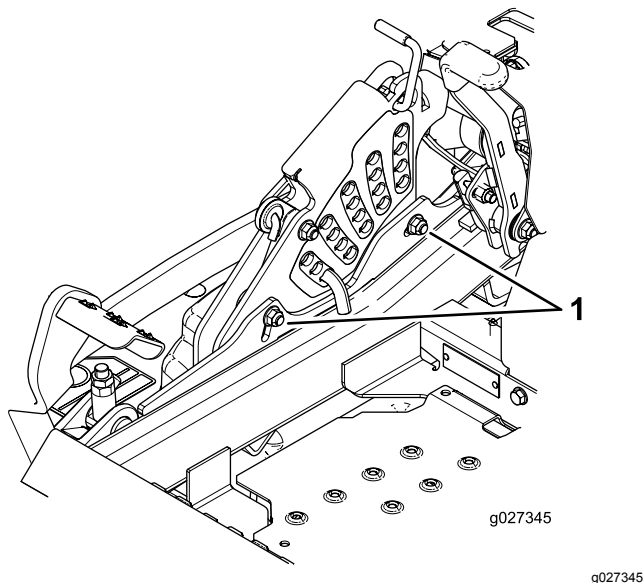

Figura 101
11. Para ajustar el sistema de ajuste de un solo punto, afloje los 2 pernos situados cerca del borde inferior de la pletina de altura de corte (Figura 101).
13. Apriete los 2 pernos en el borde inferior de la pletina de altura de corte (Figura 101).